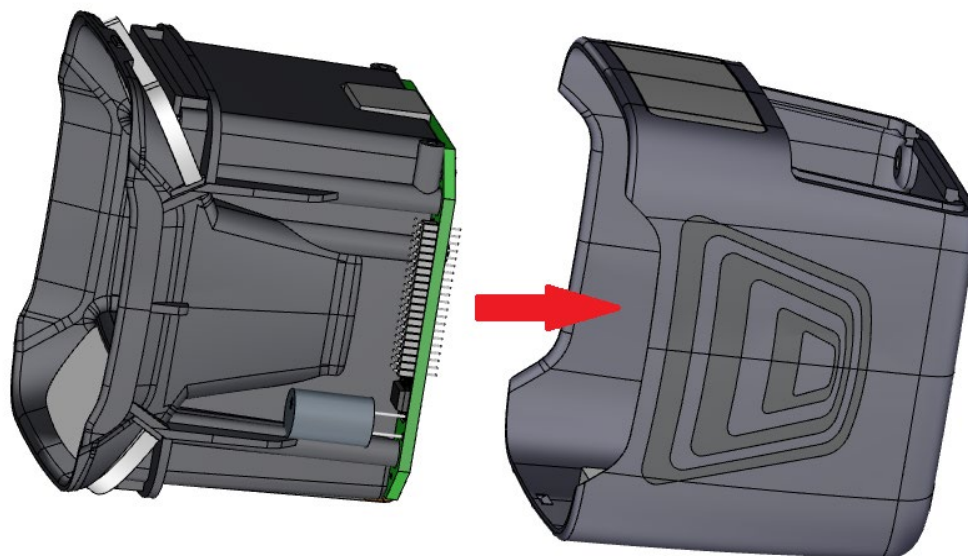

Рис. 9 Сборка корпуса и крышки
6. Вкладываем корпус с основной платой внутрь крышки, предварительно развернув его разъёмом интерфейсной платы вверх и следя за тем, чтобы не было замятий излишков шлейфа (см. Рис. 9 ниже). Защёлкиваем рамку крышки вверху и внизу корпуса.